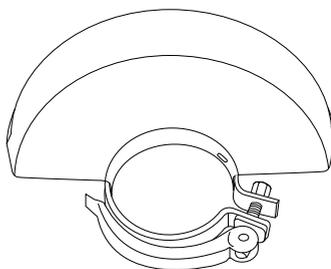

Fig. 5, Proteção para afiar (14)
- > Utilize a proteção aberta (14) para afiar (Fig. 5).